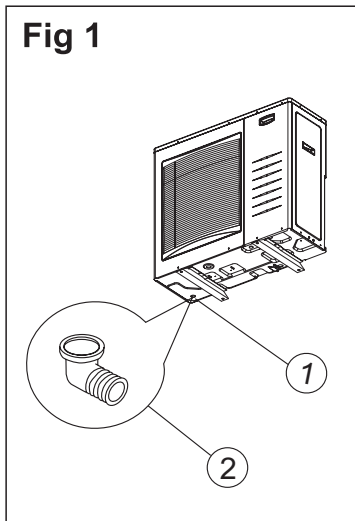

Figure 2
7. Lors d'une installation murale, installez le connecteur du drain et sa fiche ainsi qu'illustré en figure 1 et en figure 2.